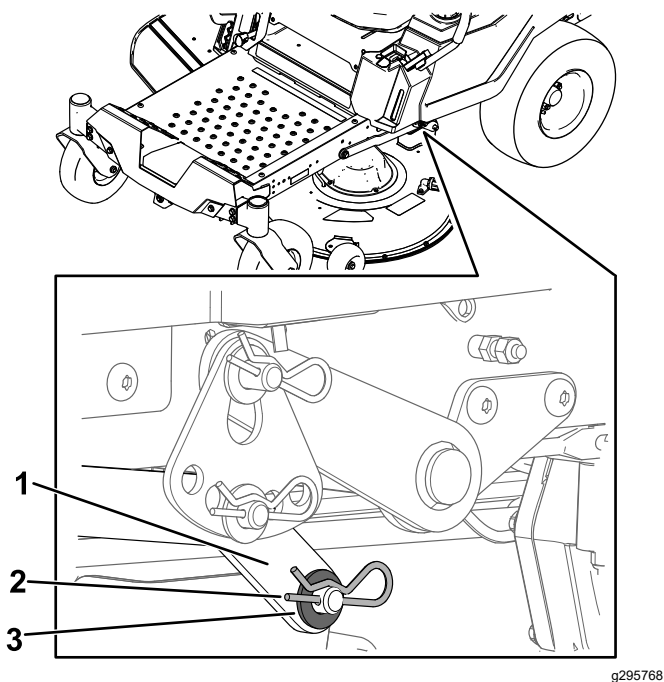

Figura 72
7. Num lado da máquina, remova a anilha e o perno de gancho do pino da plataforma (Figura 72).
8. Remova o braço de elevação do pino da plataforma (Figura 72).
5. Num lado da máquina, eleve a traseira da plataforma do cortador e eleve o braço de elevação para o pino da plataforma (Figura 72).
6. Instale o braço de elevação utilizando a anilha e o perno de gancho (Figura 72).